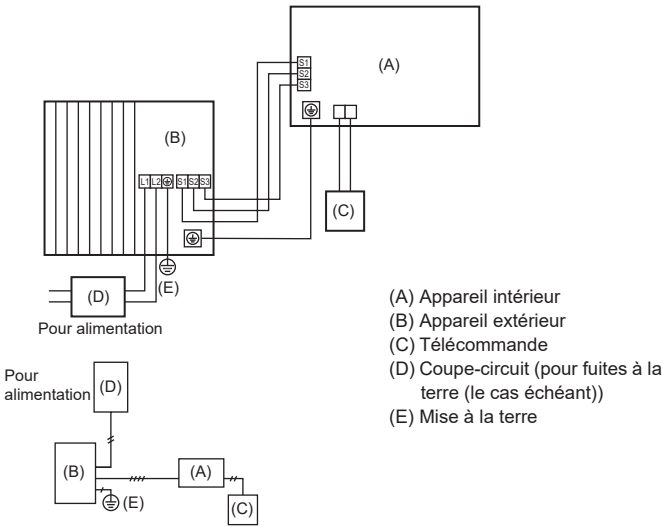

Fig. 6-1
6.1. Appareil extérieur (Fig. 6-1, Fig. 6-2)
- Effectuer le câblage conformément aux figures 6-1 et 6-2.